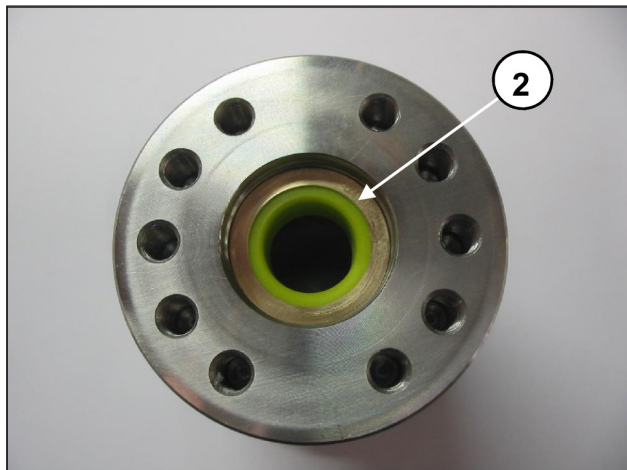
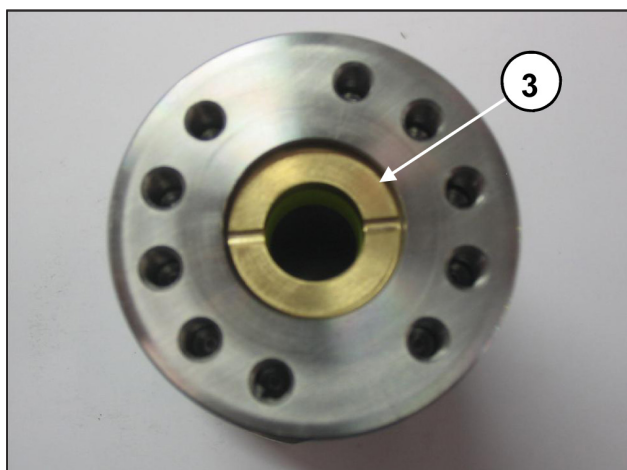
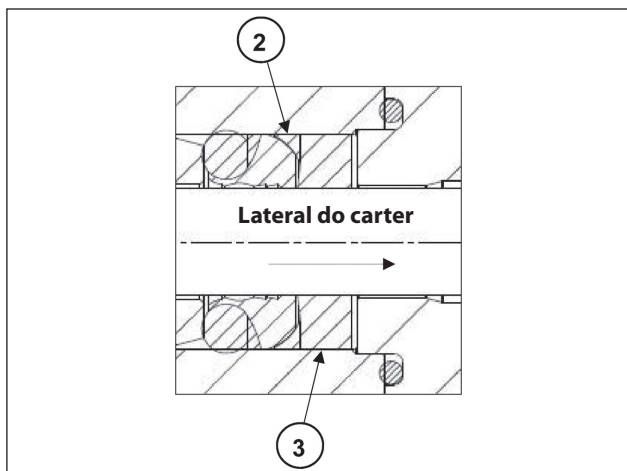

Fig. 41
Fig. 42
Fig. 43
- Introduza o anel anti-extrusão ② e a bússola de vedação ③ posicionados, conforme as Fig. 41, Fig. 42, Fig. 43.
A bússola das vedações ③ deve ser introduzida na camisa com as descargas viradas para o exterior (lateral do carter), conforme indicado nas Fig. 42 e in Fig. 43.